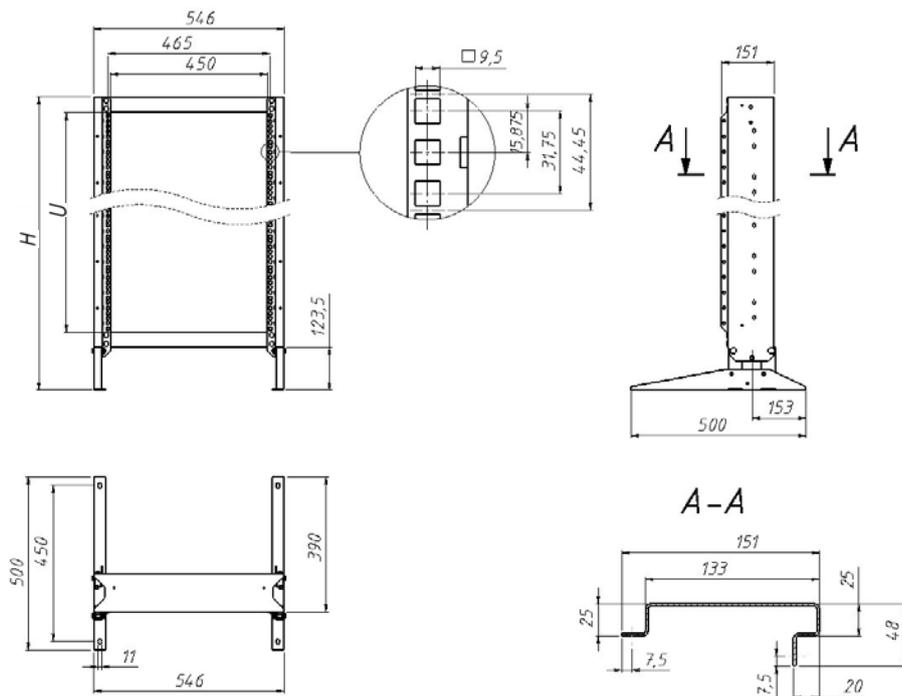

Рисунок 1. Габаритный чертёж стойки
2.1 Основные технические характеристики всего размерного ряда стоек представлены в таблице 1. Габаритный чертёж представлен на рис. 1.